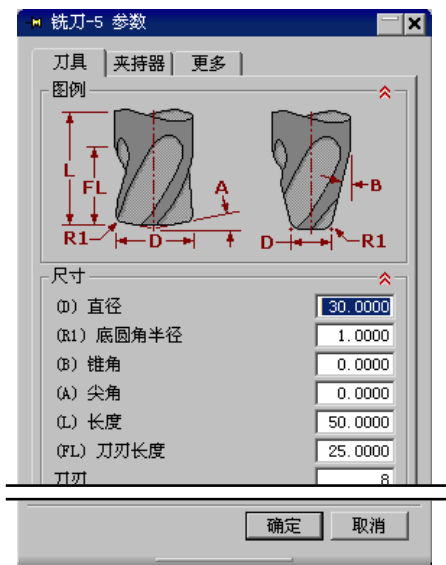

图 3.4.5 “铣刀-5 参数”对话框
Step3. 设置刀具参数。在“铣刀-5 参数”对话框中设置图 3.4.5 所示的刀具参数，设置完成后单击 确定 按钮，完成刀具参数的设置。